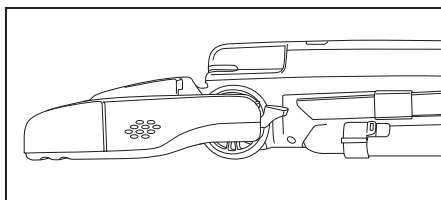

Imagen 2
- Presione el Pedal de Liberación del Mango una segunda vez para permitir que la aspiradora se acueste completamente en el suelo (Imagen 2).